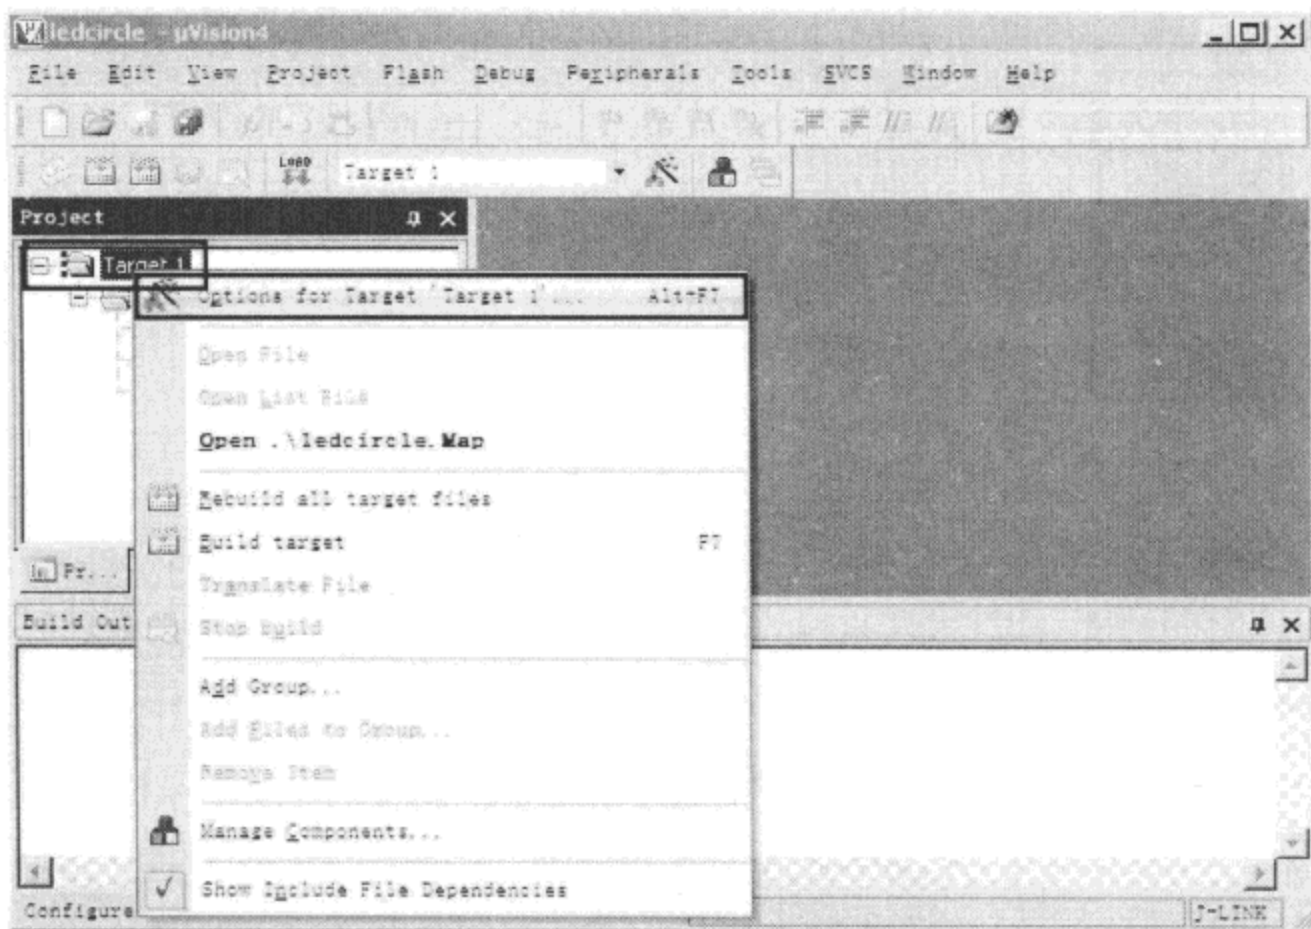
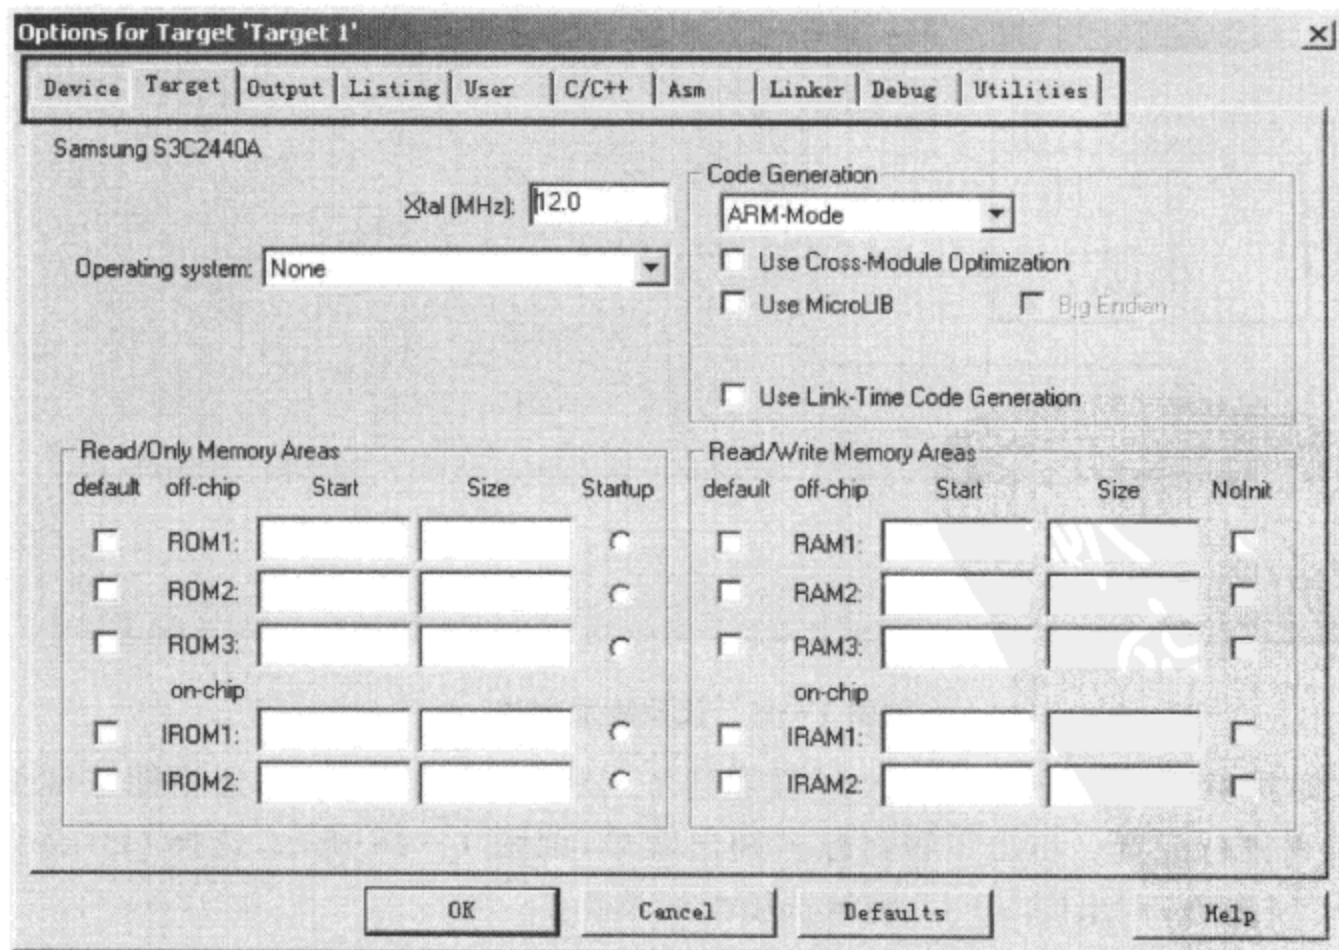

图 1-46 配置目标工程
图 1-47 工程配置页面
(9) 这时虽然文件程序源文件已经添加到了工程中,通常情况下,还不能正常编译运行,还需要对工程进行配置。右击工程目标名调出菜单,如图 1-46 所示,选择 Options for Target 'Target 1'选项,调出图 1-47 所示选项配置页面。
(10) 对工程的配置信息项较多,不过大部分不用修改,下面分别介绍每页配置信息。